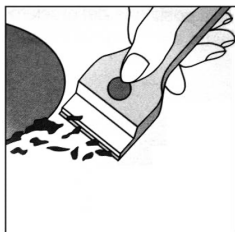

Fig. 1
- Commencez par éliminer tous les résidus alimentaires ou graisses à l'aide d'un grattoir de nettoyage, par exemple un grattoir de nettoyage (non fourni) (Fig. 1).